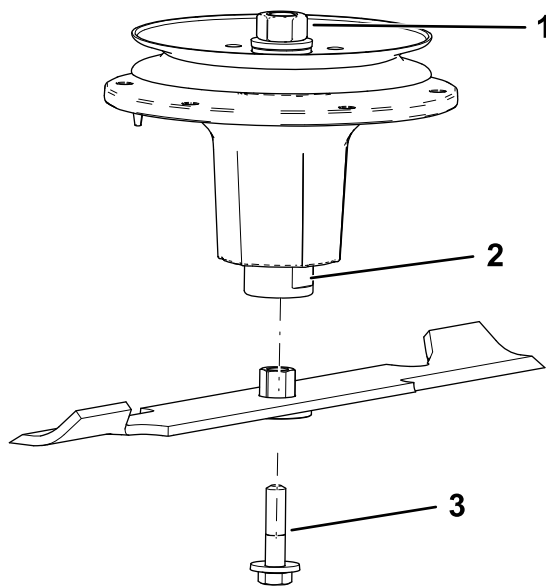

Figure 89
2. Installez l'ensemble douille et lame sur l'axe de pivot (Figure 89).